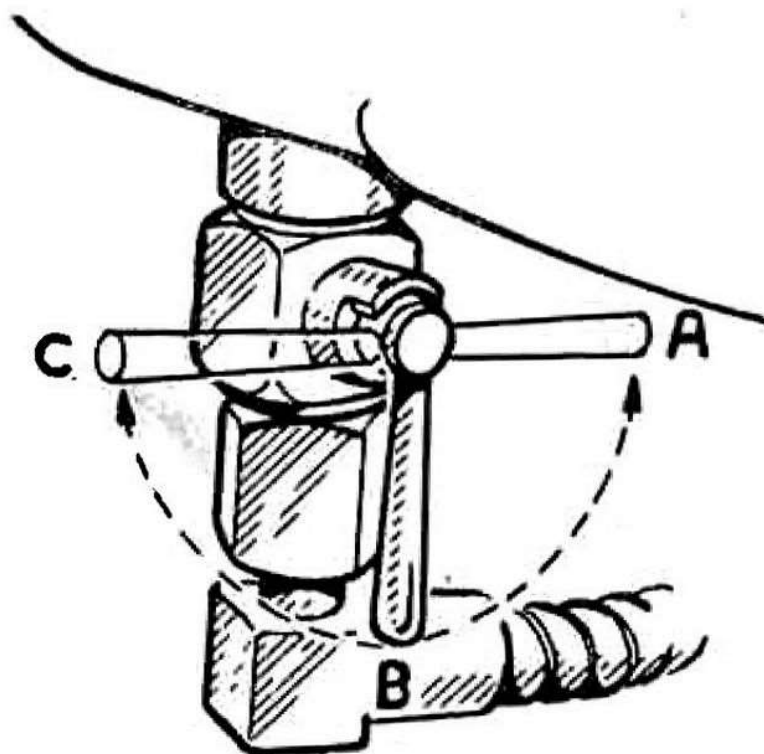

Fig. 8
Il rubinetto è a tre posizioni: (A) chiuso - (B) normale (C) riserva (vedi fig. 8).